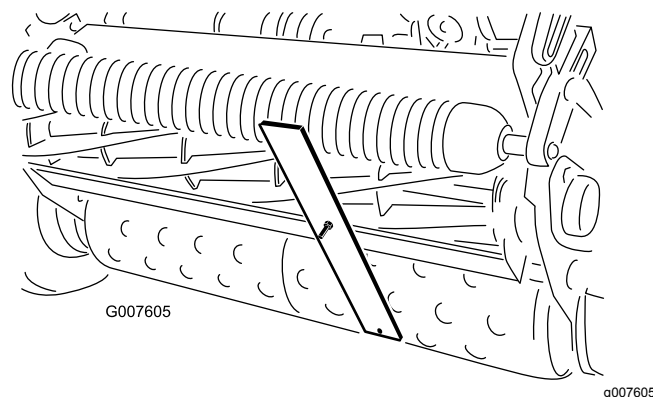

Figure 51
4. Accrochez la tête de la vis sur le bord tranchant de la contre-lame et appuyez l'arrière du gabarit contre le rouleau arrière (Figure 51).